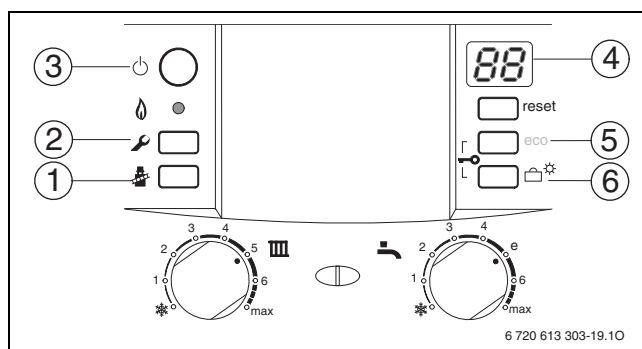

Рис. 42 Обзор элементов управления
- ▶ Нажимать кнопку (5) или кнопку (6) (→ рисунок 42) до тех пор, пока не будет отображена необходимая сервисная функция.
- ▶ Одновременно нажимать кнопки (5) и (6) (→ рисунок 42) в течение 3 секунд (на дисплее будет отображено до тех пор, пока на дисплее снова не отобразится комбинация цифра.буква, напр. 8.А).
- ▶ Нажимать кнопку (5) или кнопку (6) (→ рисунок 42) до тех пор, пока не будет отображён необходимый параметр сервисной функции.
- ▶ Одновременно нажимать кнопки (5) и (6) (→ рисунок 42, страница 30) в течение 3 секунд (на дисплее будет отображено до тех пор, пока на дисплее не отобразится функция первого уровня, напр., 1.А).
- ▶ Отвинтить пробку на измерительном патрубке для измерения давления перед форсункой (3) (→ стр. 34) и подсоединить U-образный манометр.
- ▶ Нажимать кнопку (5) или кнопку (6) (→ рисунок 42, страница 30) до тех пор, пока не будет отображено необходимое давление перед форсункой.